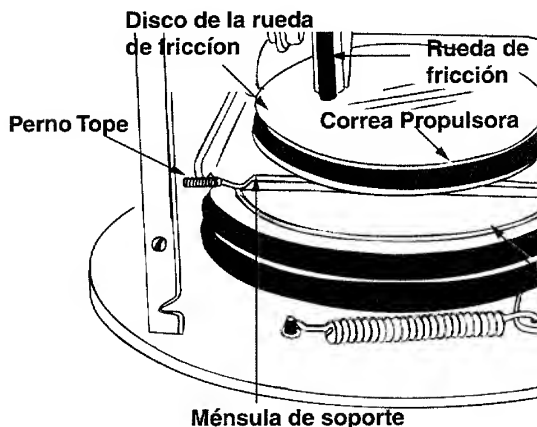

Figura 26
- Retroceda el perno tope hasta que la ménsula de soporte se apoye sobre la polea de la hélice. Vea la figura 26.
- Deslice la correa entre la rueda de fricción y la placa del disco de fricción. Vea la figura 26. Vuelva a ensamblar siguiendo las instrucciones en orden inverso.
**NOTA:** La ménsula de soporte debe apoyarse sobre el perno tope después de haberse ensamblado la nueva correa. Vea la figura 26.